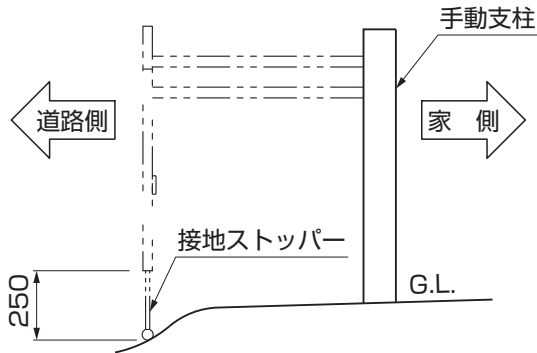

図3-1
- 水切勾配がある所に施工するときは、手動支柱埋込位置と扉取付位置との均配差をできるだけ少なくしてください。接地ストッパーは最大250mmまで調整できます。(図3-1参照)